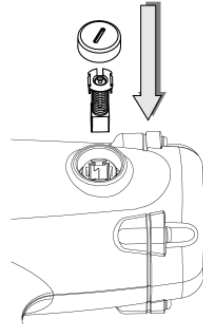

Fig. 5
- Sätt den nya kolborsten och kolborstens panel tillbaka in i kåpan i rätt ordning (Fig. 5).